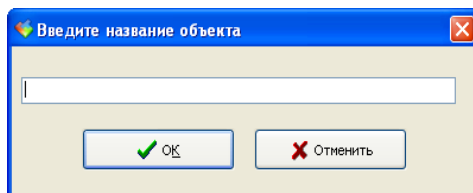

Рисунок 11 - Ввод названия объекта
4. В появившемся окне (рисунок 11) введите название объекта. Например, «БЭВС».